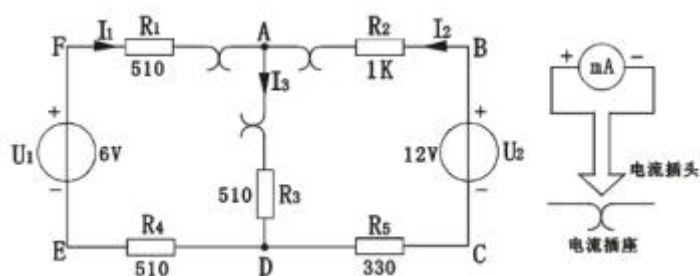

图 1
(2) 实验前先任意设定三条支路电流正方向。如图 1 中的 I_1 、 I_2 、 I_3 的方向已设定。闭合回路的正方向可任意设定;
- (3) 分别将两路直流稳压源接入电路, 令 $U_1=6V$, $U_2=12V$;
- (4) 熟悉电流插头的结构, 将电流插头的两端接至数字毫安表的“+、-”两端;
- (5) 将电流插头分别插入三条支路的三个电流插座中, 读出并记录电流值;
- (6) 用直流数字电压表分别测量两路电源及电阻元件上的电压值, 记录之;